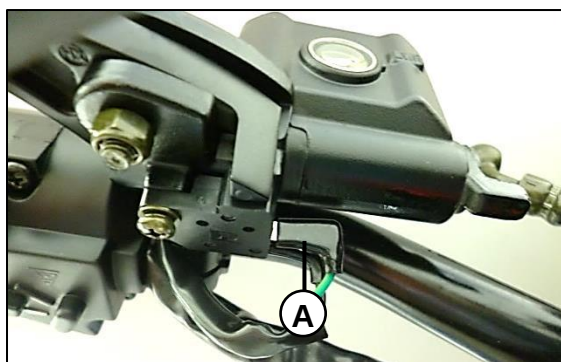

Fig. 16
Retire Interruptor de la luz de freno (A) **Fig. 16**